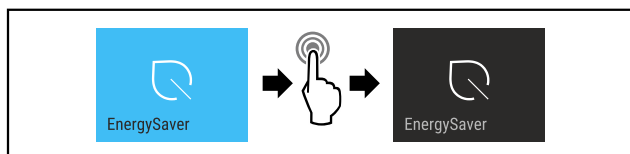

Fig. 16
- Handlungsschritte (siehe Fig. 16) durchführen.